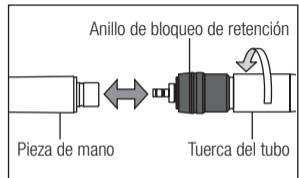

Fig. 3
- 1) Inserte el acoplamiento en el conector de la manguera y apriete la tuerca de la manguera. (Fig. 3)